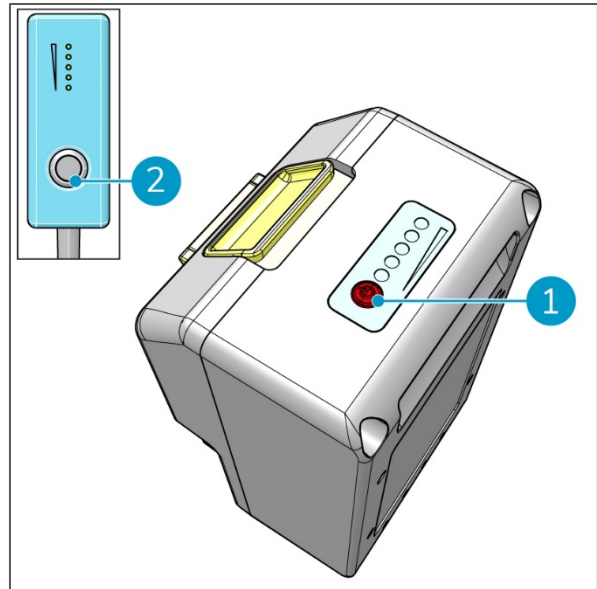

Figura 13
2. Controllare le batterie premendo il pulsante rosso (Figura 13, pos 1) su ogni singola batteria. Consultare anche 2.1.
3. Premere l'interruttore ON/OFF sul telecomando (Figura 13, pos 2) per disattivare i-move 2.5B®.